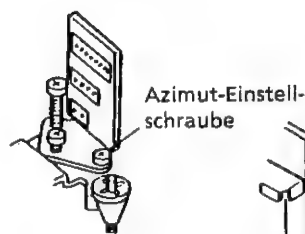

Abbildung 1-59.
- b) Ein Abgleichband verwenden und das 6 - kHz - Audiosignal (Monoskopmuster für Videosignal) wiedergeben. Die Azimut-Einstellschraube justieren, um das max. Audio - Ausgangssignal am Oszilloskop zu erhalten (siehe Abbildung 1-59).